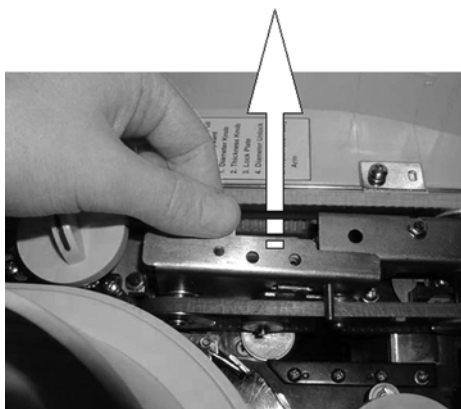

Fig 4
- Rejeter en haut de l'étrier la courroie (Fig. 4)